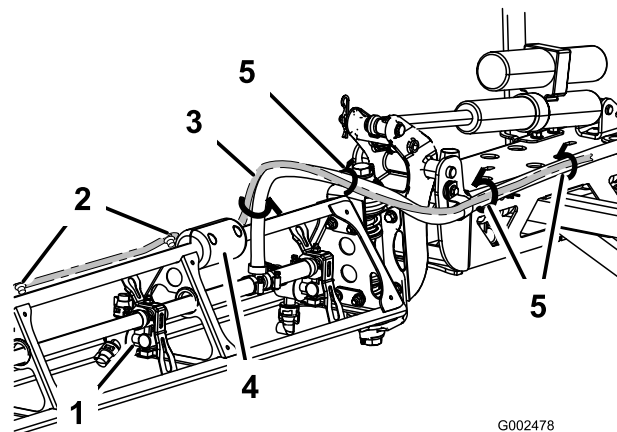

Bild 4
- Verlegen Sie den Sensordraht oben entlang der Auslegerstütze zum Schieblock (Bild 4). Befestigen Sie ihn oben am Ausleger mit den Clips.
- Verlegen Sie den Sensordraht unter dem Schieblock zum Zufuhrschlauch des Auslegers und dann zum mittleren Ausleger. Befestigen Sie den Kabelbaum mit den Nylonkabelbinden am Auslegerschlauch (Bild 4).